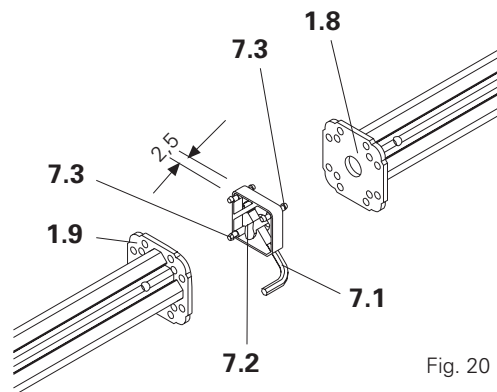

Fig. 20
4. Tourner la poignée de serrage **7.1** vers la droite et serrer à bloc. Fig. 20